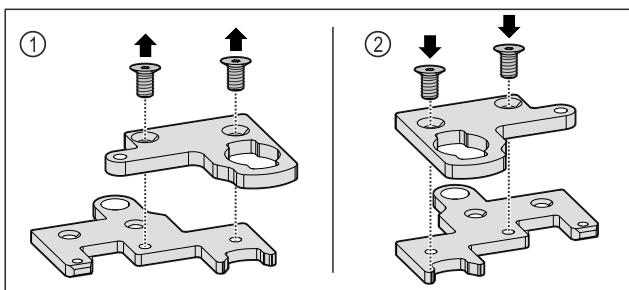

Fig. 34
- Demontujte dvojdielny uholník závesu. Fig. 34 (1)
- Opäť namontujte dvojdielny uholník závesu otočený o 180°. Fig. 34 (2)